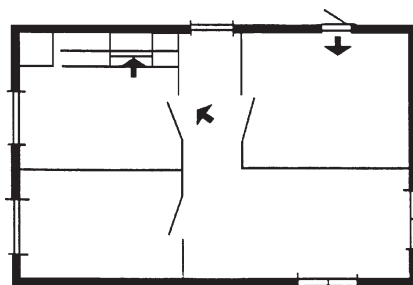

fig.3
- Pour que l'appareil fonctionne correctement, les fenêtres de la cuisine doivent rester fermées. Vous pouvez, en revanche, ouvrir une fenêtre dans une pièce adjacente (fig.3).